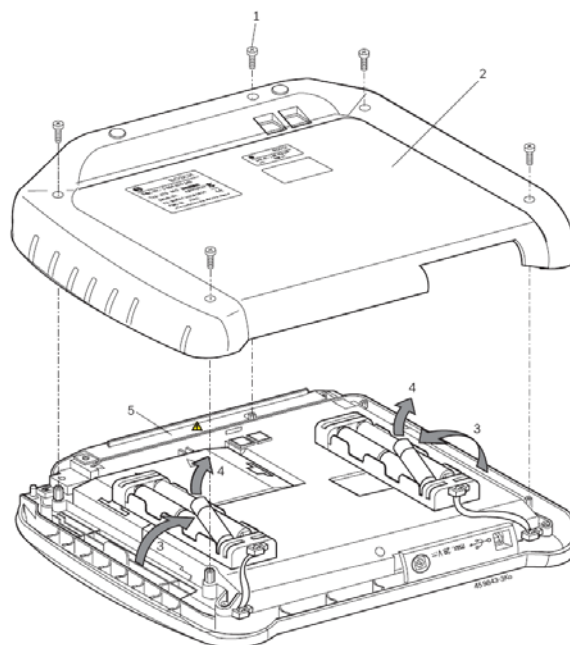

Рис. 4. Замена аккумуляторов.
Если модуль для диагностики блоков управления KTS 340 открыт и удалена крышка (рис. 4, поз. 5) с части для подсветки фона жидкокристаллического дисплея, могут возникнуть опасные для жизни напряжения.
2. Отвинтите винты 1 (5x; рис. 4, поз. 1) на задней стороне устройства и кожух корпуса (рис. 4, поз. 2)
3. Извлеките отделения для аккумуляторов слева и справа и уложите на металлическом корпусе (рис. 4, поз. 3).
4. Извлеките использованные аккумуляторы (рис. 4, поз. 4).